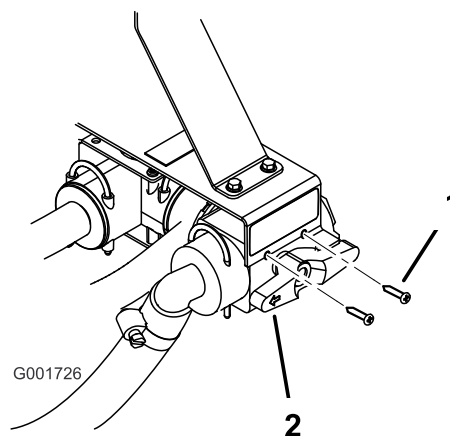

Figura 11
- Fissate la nuova valvola di regolazione alla staffa utilizzando 2 viti (Figura 11).